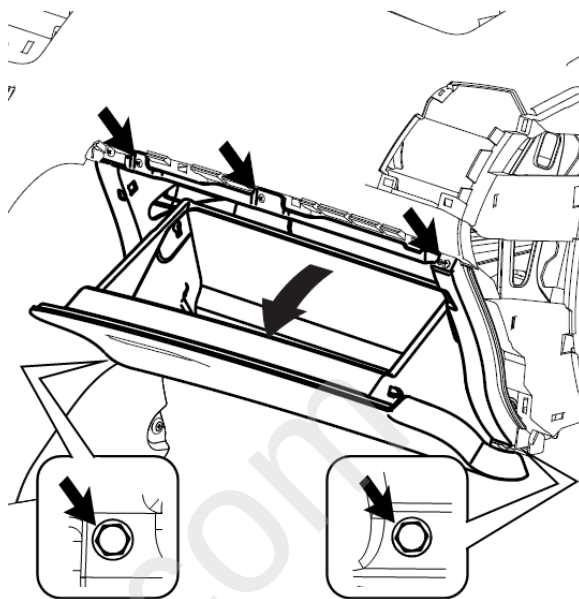

图 1.17.1 杂物箱总成（豪华型、尊贵型、尊享型）结构示意图
(2) 将杂物箱打开，用十字螺丝刀将图 1.17.1 箭头所示三个安装螺钉卸下；
(3) 手指伸入杂物箱右侧与仪表板间的空隙，用力拔出图 1.17.1 所示右侧卡脚；
(4) 关上杂物箱，将杂物箱右侧拉出一小段距离，拔掉杂物箱照明灯及其开关线束接插件；
(5) 双手紧握杂物箱上下两端，用力拔出左侧两个卡脚，即可取出杂物箱。
(3) 然后打开杂物箱，用十字螺丝刀卸下图 1.17.1 箭头所示三个安装螺钉；
(4) 关上杂物箱，双手紧握杂物箱上下两端，用力拔出左侧卡脚，即可取出杂物箱。